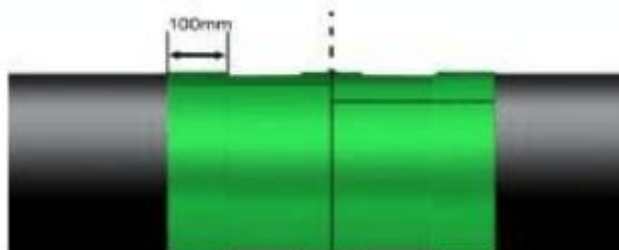

图13
④使用 300mm 宽胶带自另一端缠绕，边缠绕边用力按压胶带搭接部位，使搭接部位平整、密封良好，与管体预制的 PE、PP 或 FBE 涂层搭接长度不小于 100mm，如图 13 所示。